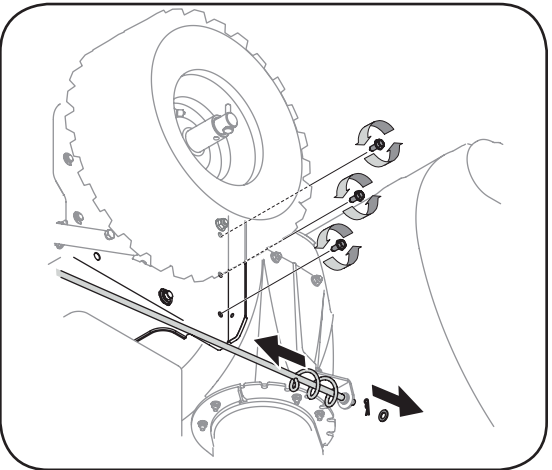

Figure 28
7. Retirez les boulons du haut qui maintiennent l'habitacle de la tarière sur le châssis. Utilisez une clé de 1/2es de po. Voir la Figure 28.